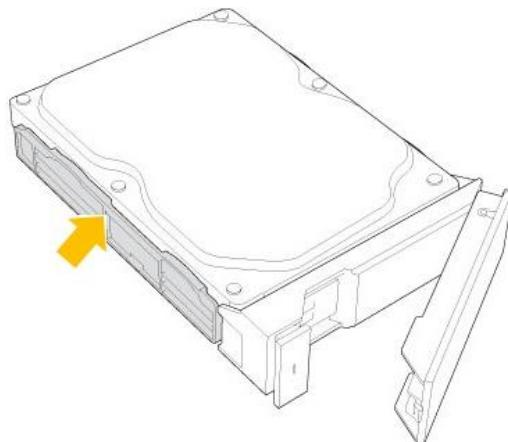

Рисунок 136 - Закрепите жесткий диск в лотке (четыре штырька)
4.3) Чтобы закрепить диск оставшимися двумя штырьками, отпустить левую сторону лотка (см. Рисунок 136).